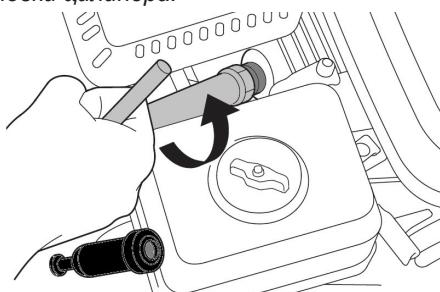

Рис. 34 Обслуживание свечи зажигания
- Снимите со свечи зажигания колпачок высоковольтного провода и удалите грязь вокруг свечи зажигания (Рис. 34).
- Измерьте зазор между электродами свечи зажигания специальным щупом. Зазор должен быть $0,7-0,8$ мм (Рис. 34). При увеличении, или уменьшении требуемого зазора, рекомендуется заменить свечу, так как регулировка зазора может привести к изменению качества искрообразования.